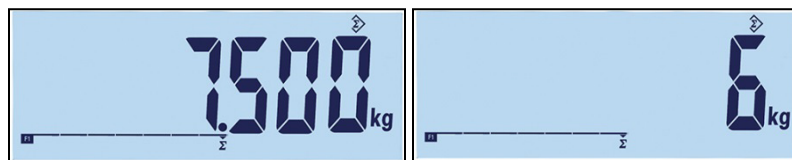

Figura 2-25: Símbolo de valor de coleta
3. Pressione continuamente a tecla de função para exibir o valor total (Figura 2-25, esquerda). Observe que quando o acúmulo ou a contagem for exibida, o ícone Acúmulo Σ piscará. Pressione a tecla de função brevemente e a "Contagem" ou o número de valores aparecem (Figura 2-25, direita). Cada vez que a tecla "acúmulo" é pressionada, o display troca entre contagem e soma.